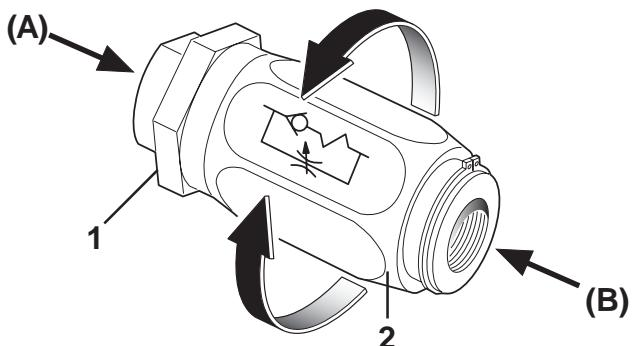

fig. 42
- Les installations oléodynamiques en dotation sont équipées de régulateurs de flux unidirectionnels (Fig. 42) permettant de régler la quantité d'huile, en phase d'ouverture ou de fermeture selon leur sens de montage:
- Flux de A à B libre (Fig. 42);
Flux de B à A étranglé (réglé) (Fig. 42).